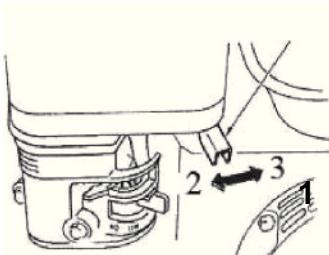

Рисунок 7
3. Установить рычаг управления дроссельной заслонкой (1) вправо (в положение «Заяц»/ (3)). См. Рис. 7.
1. Установить рычаг управления дроссельной заслонкой влево (в положение «Черепаха»/ (2)). См. Рис. 7.
3. Установить рычаг управления дроссельной заслонкой (1) вправо (в положение «Заяц»/  (3)). См. Рис. 7.
1. Установить рычаг управления дроссельной заслонкой влево (в положение «Черепаха»/  (2)). См. Рис. 7.